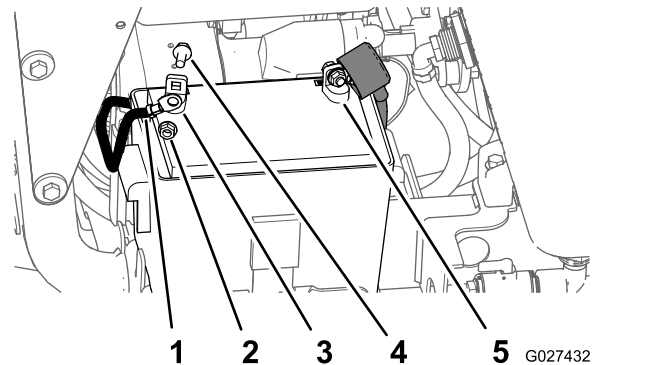

Figure 82
3. Retirez le boulon à embase hexagonale et l'écrou à embase du câble négatif et de la borne négative (–) de la batterie, et débranchez le câble de la batterie (Figure 82).
4. Enlevez le capuchon rouge de la borne positive de la batterie (Figure 82).
5. Retirez le boulon à embase hexagonale et l'écrou à embase du câble positif (rouge) et de la borne positive (+) de la batterie, et débranchez le câble de la batterie (Figure 82).
3. Reliez le câble positif (rouge) à la borne positive (+) de la batterie à l'aide d'un boulon à embase et d'un écrou à embase (Figure 82).
5. Reliez le câble négatif à la borne négative (–) de la batterie avec un boulon à embase et un écrou à embase (Figure 82).